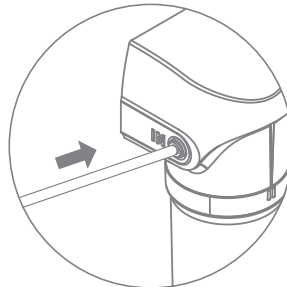

Рис. 16
- Вставьте до упора трубку зеленого цвета на вход фильтра (IN – на скобе) (рис. 16).
- Наденьте на конец трубки упорное пластиковое кольцо (Ж) (рис. 16).